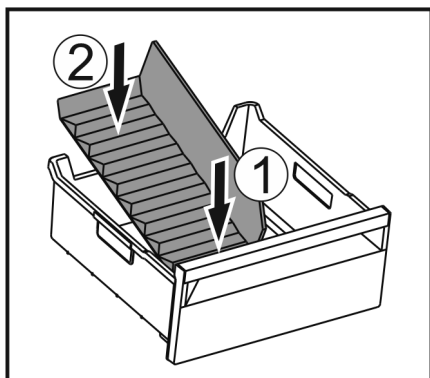

Fig. 140
- ▶ Установите переднюю часть разделителя отделения для льда. Fig. 140 (1)
- ▶ Опустите заднюю часть разделителя отделения для льда на дно выдвижного ящика. Fig. 140 (2)